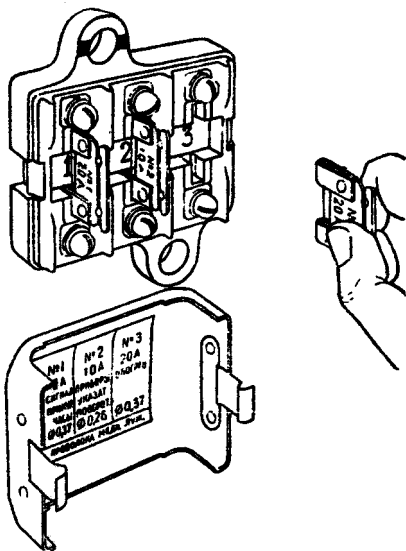

Рис. 77. Блок плавких предохранителей.
2. Три плавких предохранителя, объединенных в блок, (рис. 77):